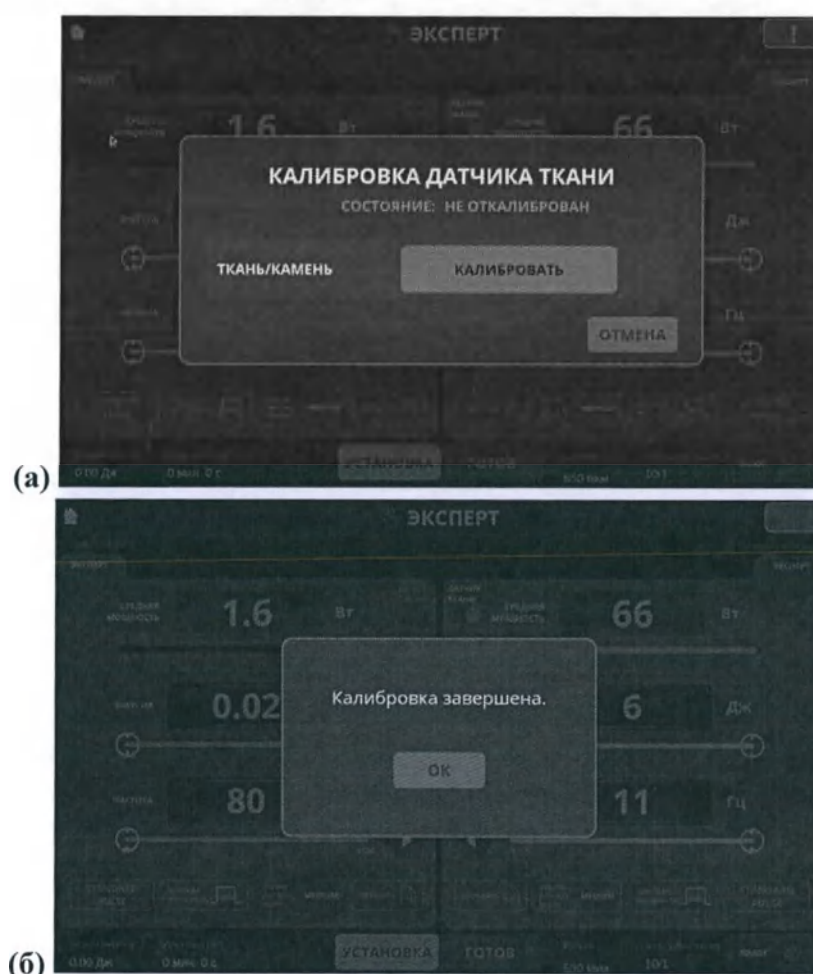

Рис. 20.1 – Калибровка датчика типа ткани а- активация, б- калибровка завершена
Для калибровки датчика типа ткани активируйте слайдер (24) (рис. 18) и нажмите на кнопку (25), после нажатия на которую откроется окно с возможностью запуска процесса калибровки (рис. 20.1, а). Для запуска процесса калибровки нажмите кнопку «КАЛИБРОВАТЬ» и следуйте инструкциям, отображаемым на экране.
При успешном завершении процесса калибровки отобразиться соответствующее сообщение (рис. 20.1, б) и кнопка (25) (рис. 18) сменит свое состояние и будет показывать какой тип объекта, расположен перед торцом волоконного инструмента (ткань или камень) (рис. 20.3).